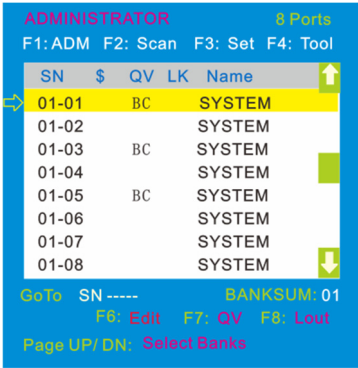

图 4-1.7
- 进入主菜单，按【F7】按键增加或者删除需要广播的端口，设置为广播的端口在主菜单 QV 栏目下显示为 BC 图标，如图 4-1.7 在广播模式下，可以对选定的多个端口的主机键盘进行同步操作，适用于特定的应用领域，注意：在广播模式下的主机，鼠标是禁止使用的。
按【↑】【↓】键->选择需要打开广播功能的端口->按【F7】->主菜单 QV 栏内会出现 BC 图标（图 4-1.7），该端口已进入广播模式
按【F1】->BRC Mode OFF ->按【Enter】键,进入主菜单，所有带有# 图标的端口改为 BC 图标 (图 4-1.7)